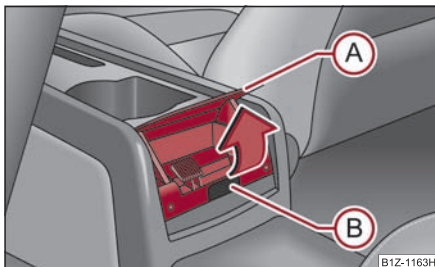

Fig. 114 Consola centrală inferioară: Scrumiera spate
- Prindeți capacul scrumierei de partea de jos (A) și rabatați-l în sensul săgeții ⇒ fig. 114.